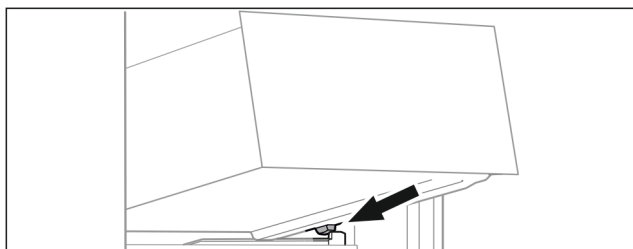

Fig. 132
- ▶ Nasadte zásuvku šikmo za zarážky na žebrování na nádoby. (viz Fig. 132)